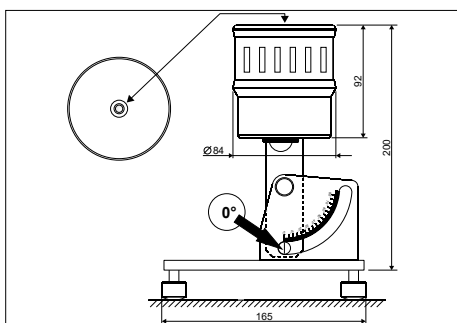

Fig.3:センサの水準
- 日照時間センサをその最終位置に位置決めする前に、センサを垂直に置き、センサの上部にある気泡水準器で、センサを設置するマストあるいはサポートの水平がとれているかどうかを確認してください(Fig.3)。